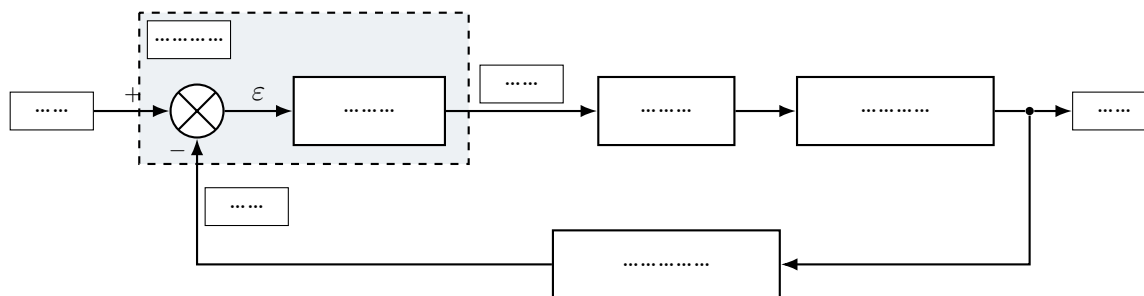

Fig. 26 – « Schéma bloc » de la régulation.
D.1 – Structure de la boucle de régulation. Compléter le « schéma bloc » correspondant à la structure de la régulation de pression (voir document réponse, figure 26), à l'aide des éléments suivants : « régulateur », « correcteur », « variateur », « moto-ventilateur » et « capteur de pression », ainsi que des grandeurs suivantes : w (consigne de pression), m (mesure de la pression), yr (consigne du variateur) et p (pression).